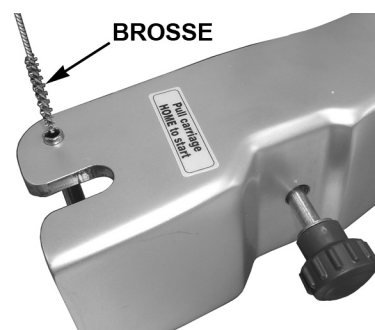

Fig. 9
- Nettoyer l'axe du plateau avec la brosse comme indiqué (Fig. 9).